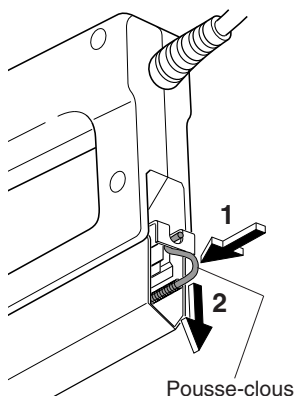

Figure 2
3. Retirez le pousse-clous du magasin. Pour y accéder, regardez à l'arrière du magasin, sous la poignée. Appuyez sur l'extrémité du pousse-clous, puis abaissez-le pour le relâcher (consultez la Figure 2). Sortez ensuite le pousse-clou du magasin (consultez la Figure 3).